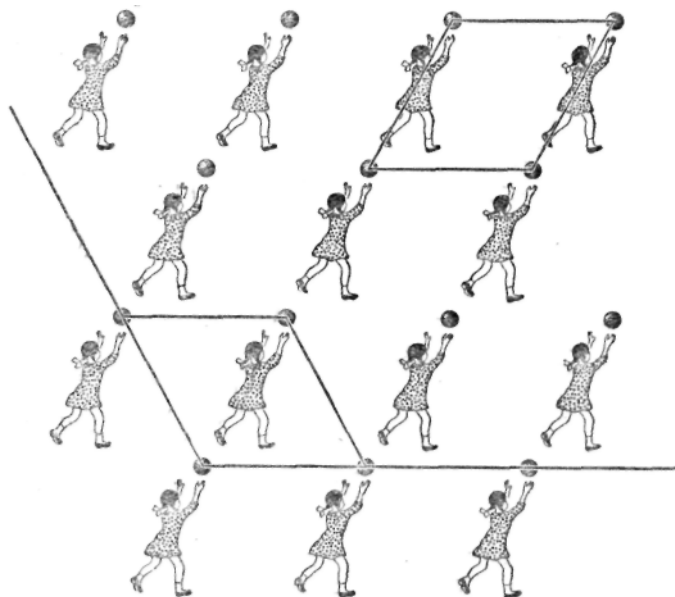

Рис. 12. Рисунок этих простеньких обоев помогает нам понять решетчатое строение кристаллов.
**Т**еперь мы хотим дать читателю современные представления о природе кристалла. Для этого сначала нам придётся поговорить... об обоях. Посмотрите на рисунок 12. На нём изображена девочка, играющая в мяч. И не одна девочка, а много совершенно одинаковых фигурок. Найдём на этом рисунке обоев тот наименьший кусок, который надо нарисовать художнику, иначе говоря, тот кусок, простым перекладыванием которого можно